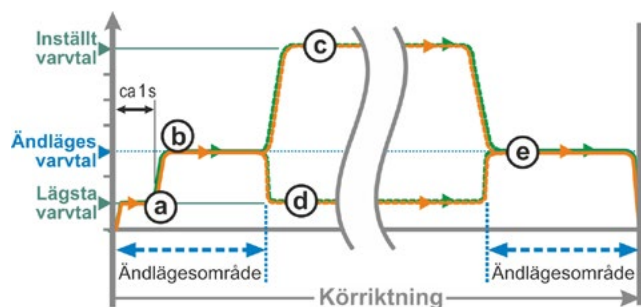

Bild 1: Ändlagesvarvtal "Normal"
- från ändläget med det lägsta varvtalet, ca 1 s. (bild 1: Kurvaa), för att sedan koppla till ändlägesvarvtalet, se **b**,